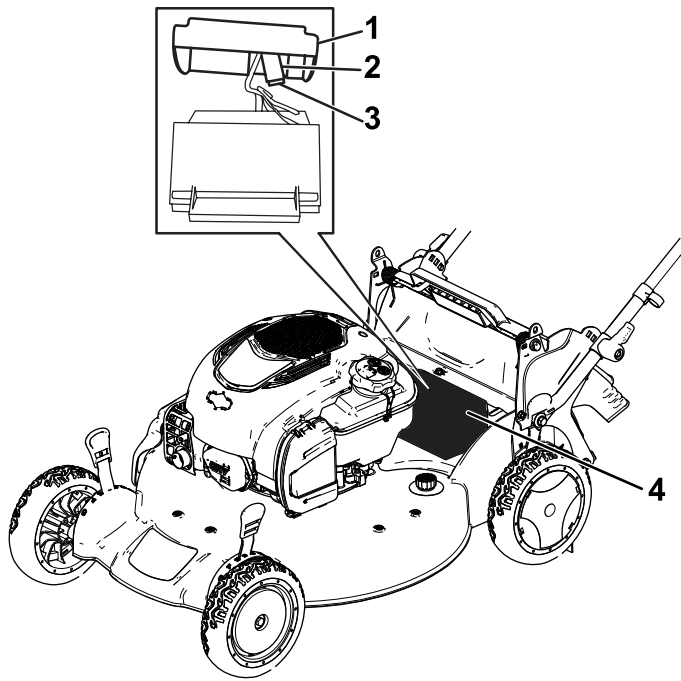

Figura 42
1. Retire la tapa del compartimento de la batería (Figura 42).
2. Retire la batería y localice el fusible (Figura 42).
3. Cambie el fusible del portafusibles (Figura 42).
4. Instale la tapa sobre el compartimiento de la batería (Figura 42).